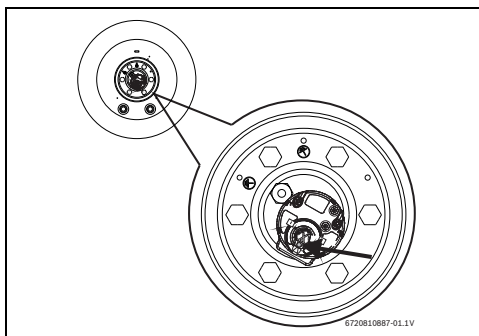

Рис. 17 Кнопка разблокировки
- ▶ Полностью нажмите кнопку разблокировки (рис. 17).